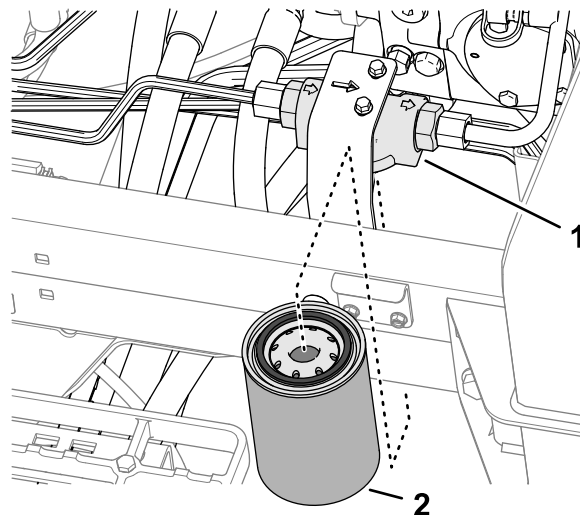

Figura 103
3. No lado esquerdo da máquina, alinhe um recipiente de drenagem debaixo do filtro de carga (Figura 103).